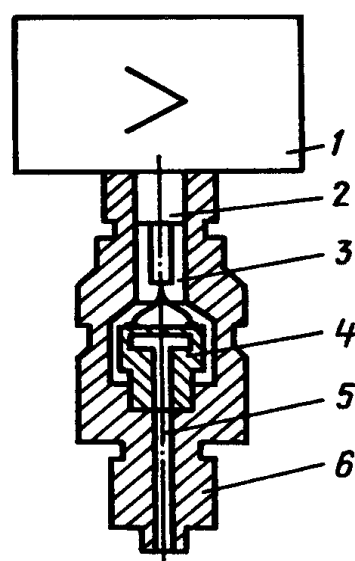

Рисунок 2
1.5.5 Преобразователи Сапфир-22М моделей 2051, 2061 отличаются от описанных в 1.5.4 тем, что полость 3 (рисунок 2) герметизирована и сигнал передается в электронное устройство 1 по проводам через гермоввод 2.